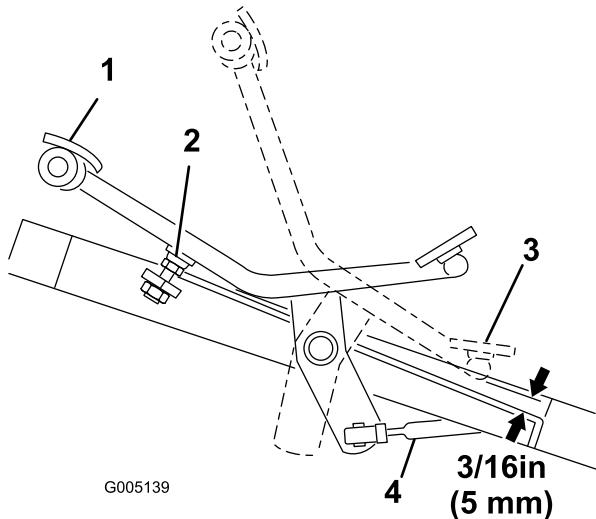

図 40
1. No. 5 セクションのバルブ・スプールが完全に引き出される状態までペダルを前進方向に踏み込む。ペダルがストップに当たれば調整は適正である（図 40）。
2. ペダルの下とフットレストとの間の距離を図 40 のように点検する。この距離が約 5 mm であればよい。値が 5 mm より多くても少なくとも、走行コントロール・ロッドを調整する。調整手順：
- ・走行コントロール・ロッド（図 40）をトラクション・シャフト・ピボットに固定しているジャム・ナットとボール・ジョイントをゆるめる。